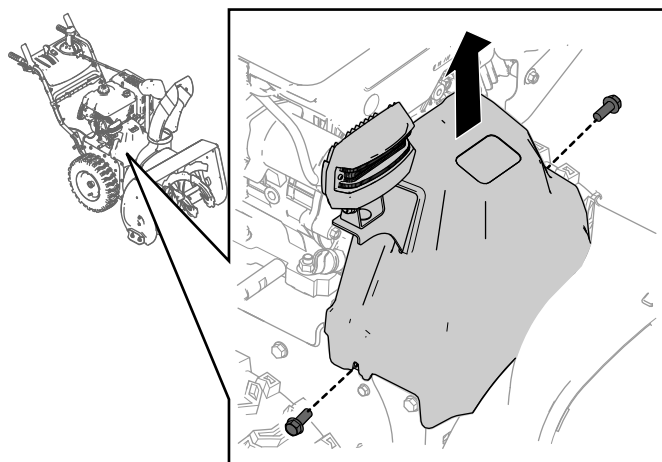

Figure 35
1. Enlevez les 2 vis de fixation du couvercle de courroie (Figure 35).
2. Déposez le couvercle de courroie (Figure 35).